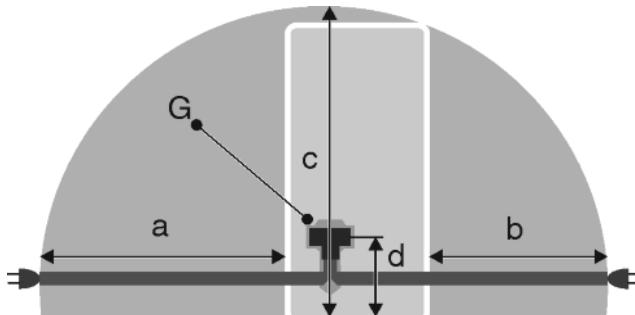

Fig. 41
- Uticnica se nalazi izvan područja bočne strane uređaja u navedenom području Fig. 41 (a, b, c).
- ▶ Utikač uređaja Fig. 41 (G) utaknite na stražnju stranu uređaja. Pripazite da ispravno uskoči.